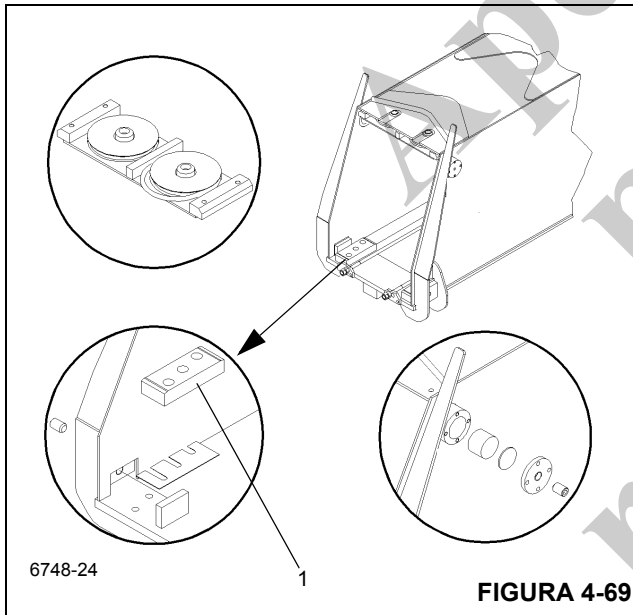

FIGURA 4-69
14. Instale a placa de desgaste de bronze (Figura 4-69, 1) na extremidade da seção intermediária interna.